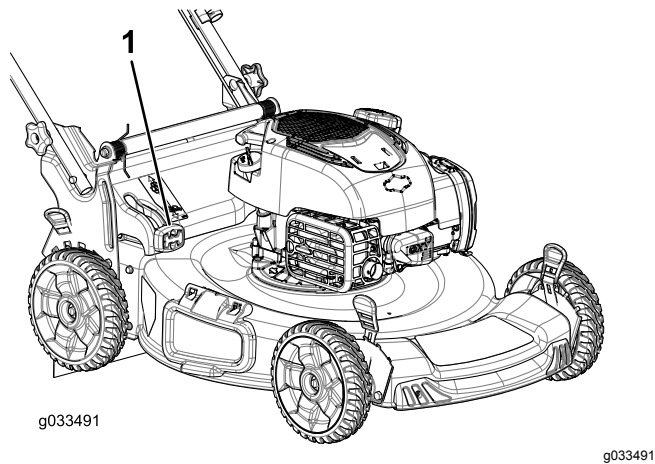

Figura 21
- **Para ensacar los recortes de hierba y hojas**, presione el botón de la palanca de ensacado a demanda y mueva la palanca hacia delante hasta que salte el botón de la palanca (Figura 21).